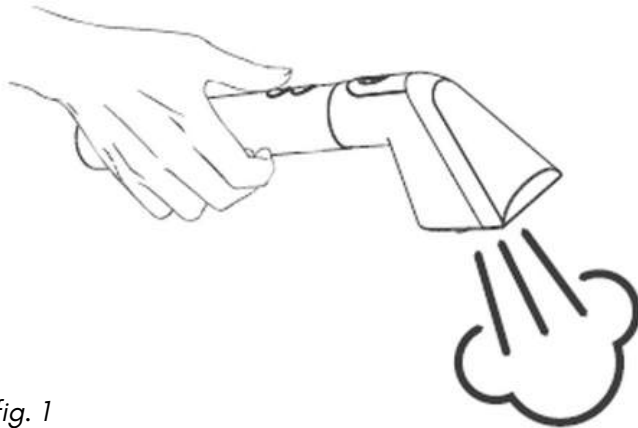

fig. 1
1. De watersproei-/stoomknop wordt gebruikt voor het vrijgeven van stoom in de "Stoomreinigingsmodus" en "Stoomsterilisatiemodus" (zie fig.1).